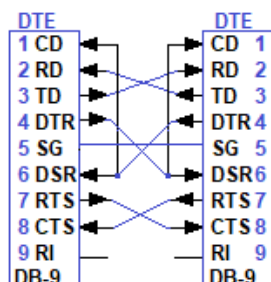

Fig. 9. Conectarea a două echipamente DTE printr-un **cablu inversor** cu controlul fluxului de date prin hardware (DB-9)
- Cel de-al doilea tip de cablu inversor se poate utiliza atunci când controlul fluxului de date se realizează printr-o **metodă hardware**: cele trei linii ale cablului null-modem pentru conectarea a 2 echipamente DTE între ele prezentat anterior nu mai sunt suficiente (se va utiliza un **cablu inversor cu conexiuni suplimentare** pentru această metodă de control). Pinii de date și pinul pentru masa electrică sunt conectați în același fel ca și la cablul null-modem, dar la ambii conectori, pinul DTR este conectat cu pinii DSR și CD de la celălalt capăt al conexiunii. Prin această conexiune, fiecare din cele două echipamente terminale de date poate determina momentul în care celălalt echipament terminal de date este pregătit. În plus, semnalele utilizate pentru controlul fluxului de date (RTS și CTS) sunt conectate între cei 2 conectori între ele: pinul RTS este conectat cu pinul CTS de la celălalt capăt al conexiunii – Fig.9.